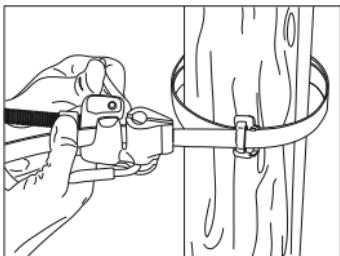

Рисунок 3
– прижать изделие, которое требуется закрепить к опоре, и пропустить ленту бандажную через технологические отверстия в изделии. Свободный конец ленты пропустить через скрепу СГ-20/СУ-20 и вложить в паз головки инструмента ИНСЛ-1 (рисунок 3);